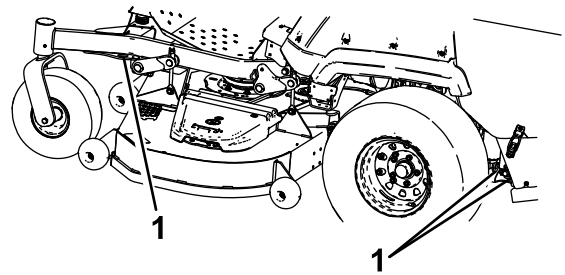

Figura 32
6. Amarre la máquina junto a las ruedas giratorias delanteras y el bastidor trasero con correas, cadenas, cables o cuerdas (Figura 32). Consulte la normativa local respecto a los requisitos de amarre.